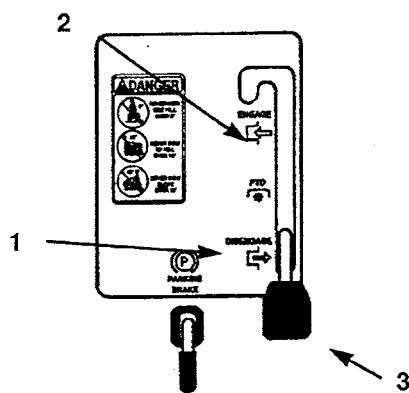

Figure 6
2. Mettre la commande des lames (prise de force) sur ENGAGED (EMBRAYEE) (Fig. 6).
2. Mettre la commande des lames (prise de force) sur DISENGAGED (DEBRAYEE) (Fig. 6).